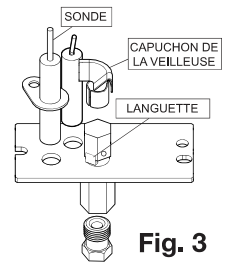

Fig. 3
- 5. Utilisez une clé de 7/16" pour desserrer le capot de la veilleuse jusqu'à ce que la languette de conversion glisse facilement (**Fig 3**). Faites glisser la languette vers le carburant désiré.